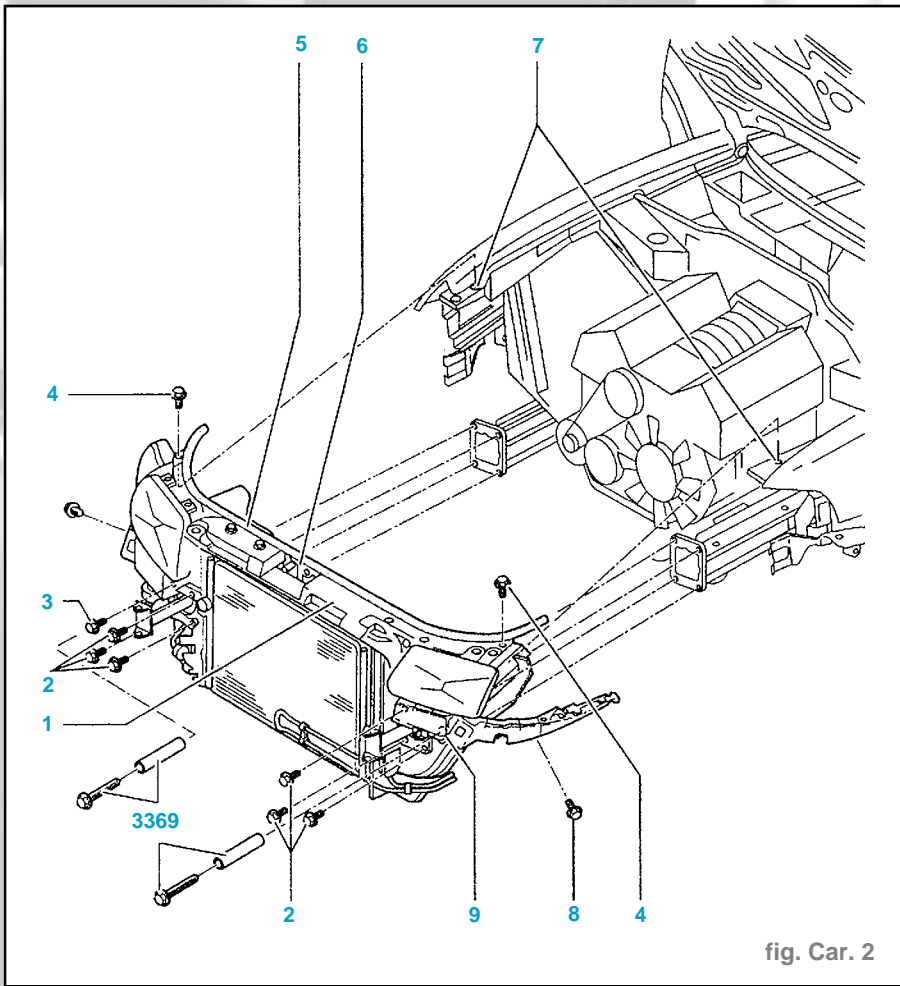
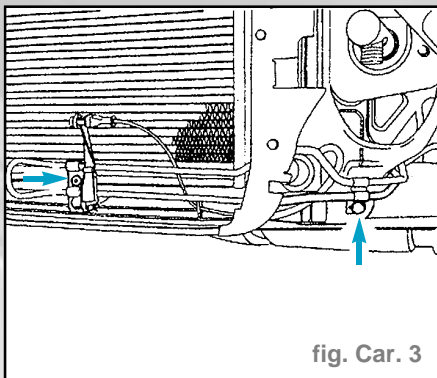

fig. Car. 2
fig. Car. 3
- Décrocher le câble Bowden -6- se trouvant dans l'accouplement et débrancher les connecteurs électriques (fig. Car. 2).
- Détacher le condenseur du porte-serrure (1).
- Dévisser le radiateur d'huile hydraulique du porte-serrure (fig. Car. 3).
- centrer le porte-serrure sur les longerons et entre les ailes (trous (7)).
Position de maintenance du porte-serrure (1) (fig. Car. 2)
- Dévisser la vis -3- et visser l'outil spécial 3369 sur les longerons droit et gauche (trous (9)).